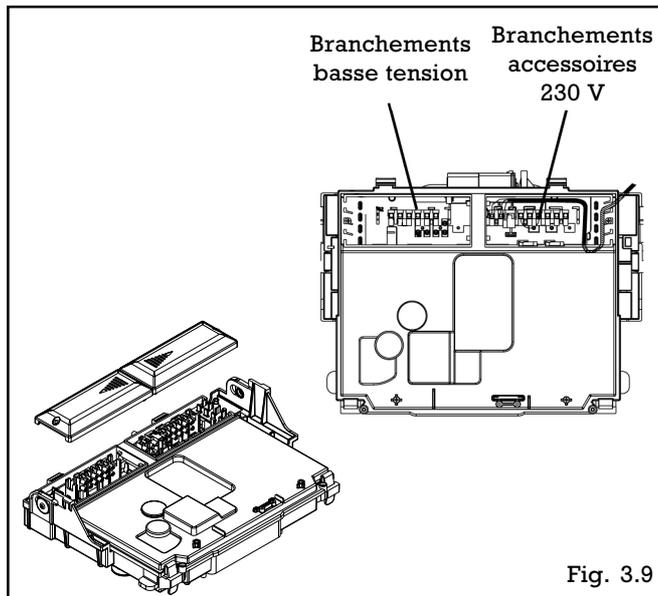

Fig. 3.9
- Retirer les 2 petits couvercles (1 vis) en les faisant glisser dans le sens des flèches (fig. 3.9).